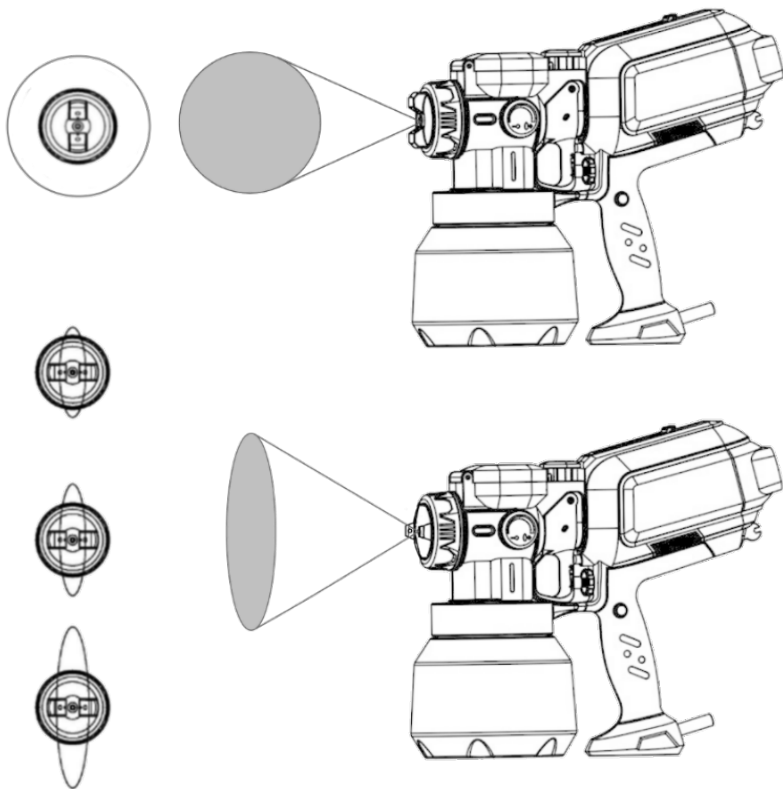

Рисунок 4
4.8 Регулятором форми факела (6) оберіть необхідну форму (круглу або еліптичну) (дивіться рисунок 4).